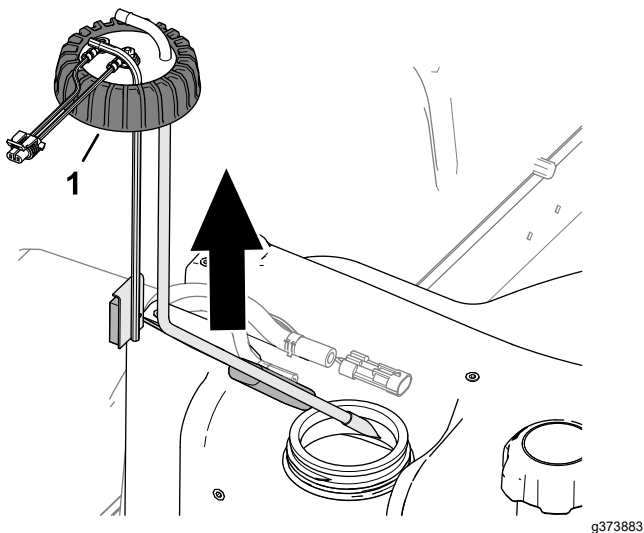

Bild 125
5. Lösen Sie den Deckel des Kraftstoff-Füllstandsenors (Bild 125).